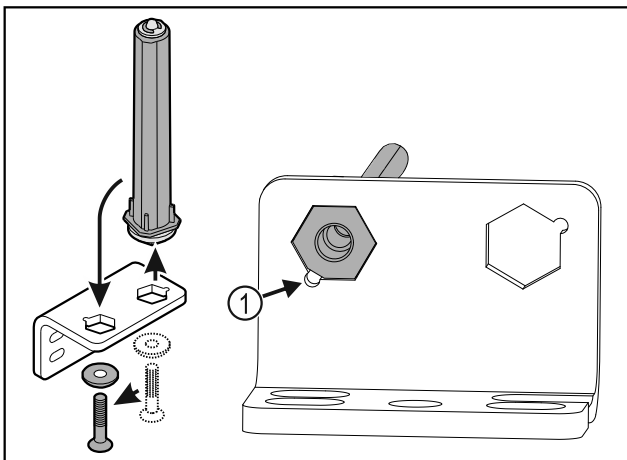

Fig. 24
- Let erop dat bij het plaatsen de boutafschuining Fig. 24 (1) naar het ronde gat wijst.